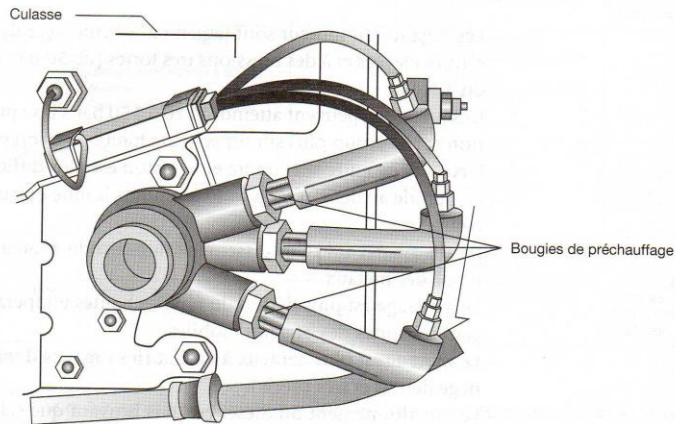

Figure 1.2. Pilotage par le calculateur d'injection des bougies de chauffe du circuit de refroidissement (Doc. VAG)
- Le rendement est tel qu'il est courant de rencontrer un système de réchauffage du circuit de refroidissement, les pertes thermiques n'étant plus suffisantes pour maintenir le moteur à température (fig. 1.2).